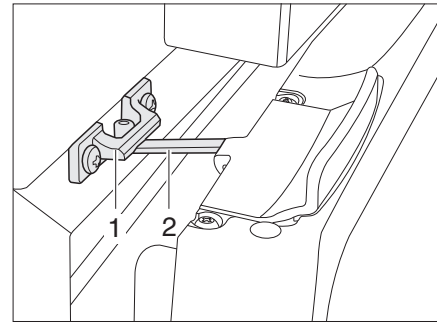

Bild 136 Kylskåpsdörr i ventilationsläge (Thetford)
■ För upp låset (Bild 136,2) och haka fast det i låsfästet (Bild 136,1). Därvid stannar kylskåpsdörren i öppet läge.